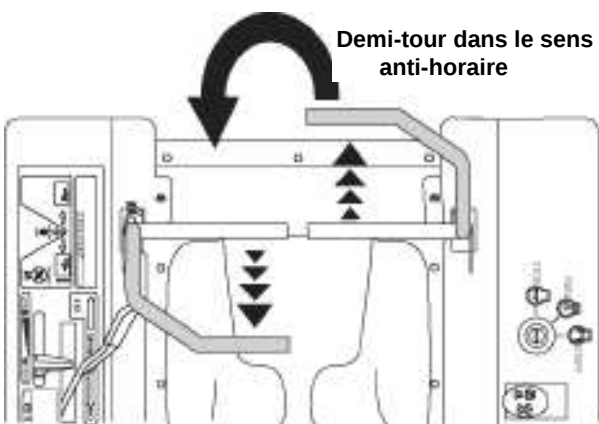

Figure 5-9
3. Pour tourner dans le sens anti-horaire, poussez le levier de droite vers l'avant en même temps que vous tirez le levier de gauche vers l'arrière. Consultez la Figure 5-9.